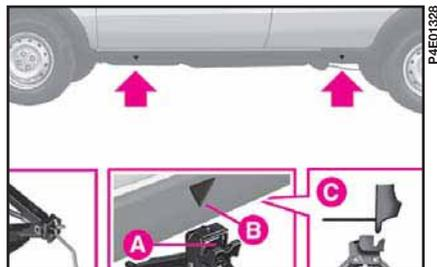

fig. 5
4) Sistemare il cric in corrispondenza del simbolo **B**-fig. 5 vicino alla ruota da sostituire e assicurarsi che la scanalatura **A** del cric sia ben calzata nel longherone **C**.